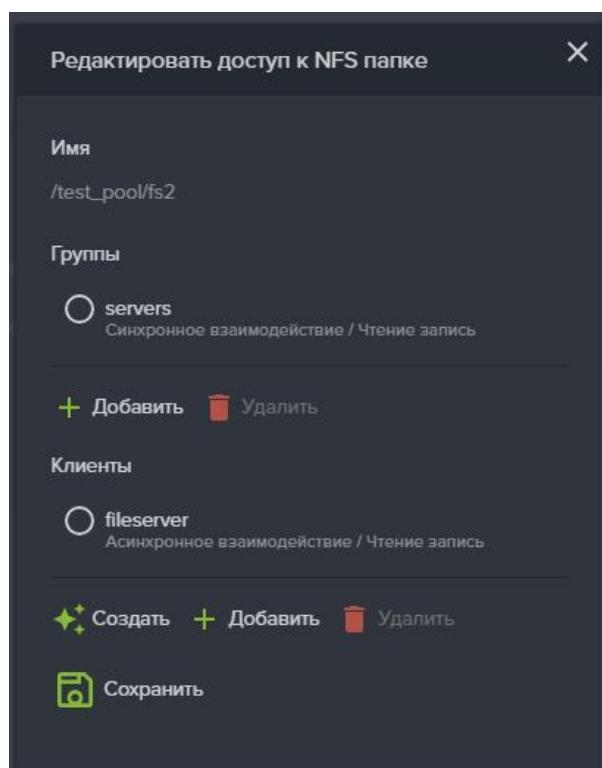

Рисунок 56 – Окно редактирование доступа к NFS папке
3. Нажмите на кнопку «Сохранить» (см. Рисунок 56)
3. Нажмите на кнопку «Редактировать доступ», откроется соответствующее окно (см. Рисунок 56).
5. Нажмите на кнопку «Удалить» клиента или «Удалить» группу для удаления из списка клиента или группы соответственно (см. Рисунок 56 – Окно